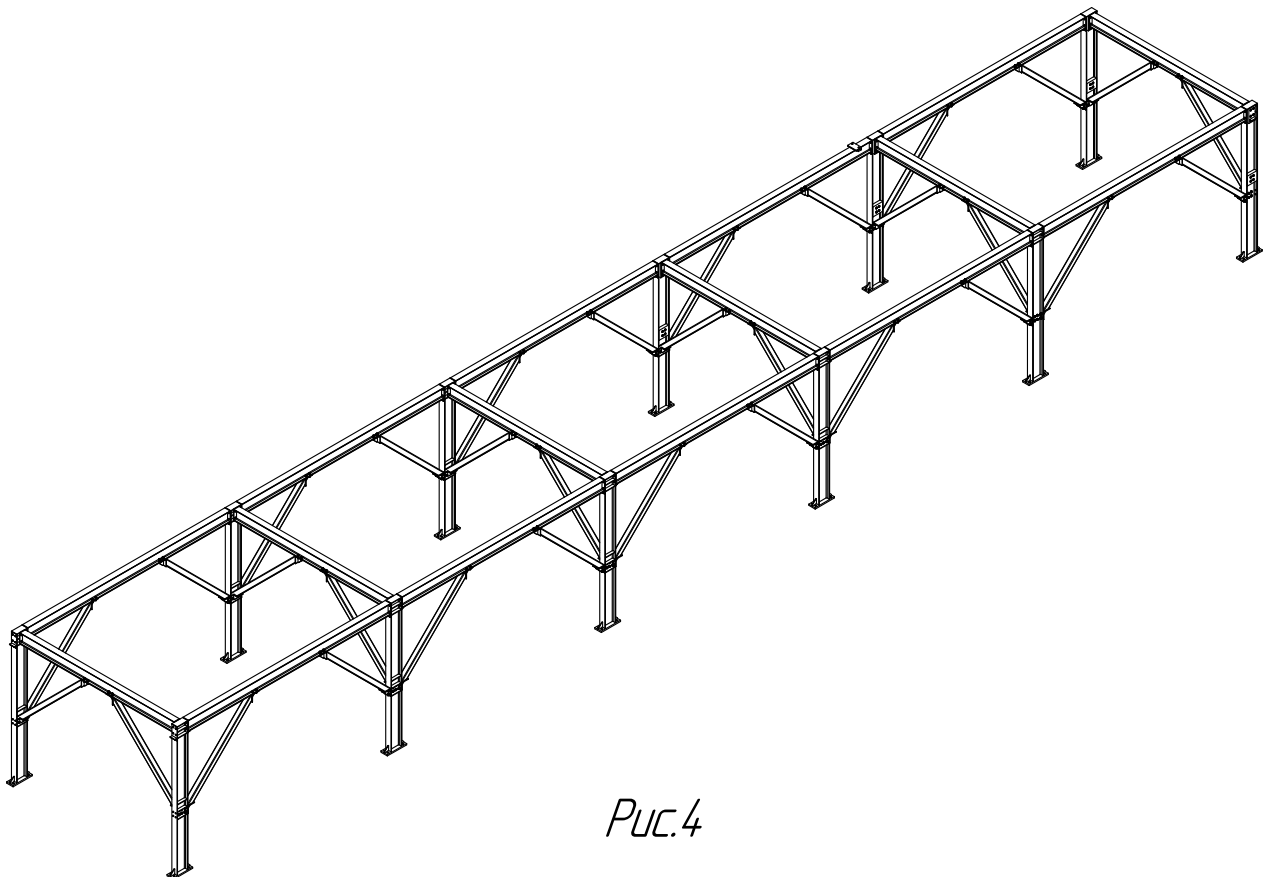

Рис.4
5.4 Общій вид рамы основания, рис.4